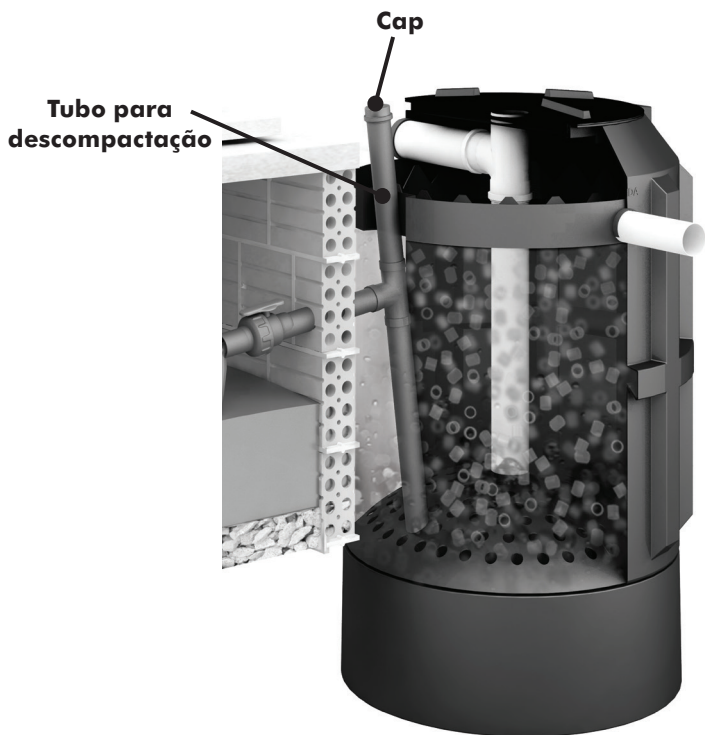

Figura 10
**Nota:** caso haja dificuldade na extração do lodo, retire o Cap da tubulação de descompactação (Figura 10) e, com o auxílio de uma haste, faça a descompactação, tomando cuidado para não danificar o reservatório e nem a tubulação de descompactação.